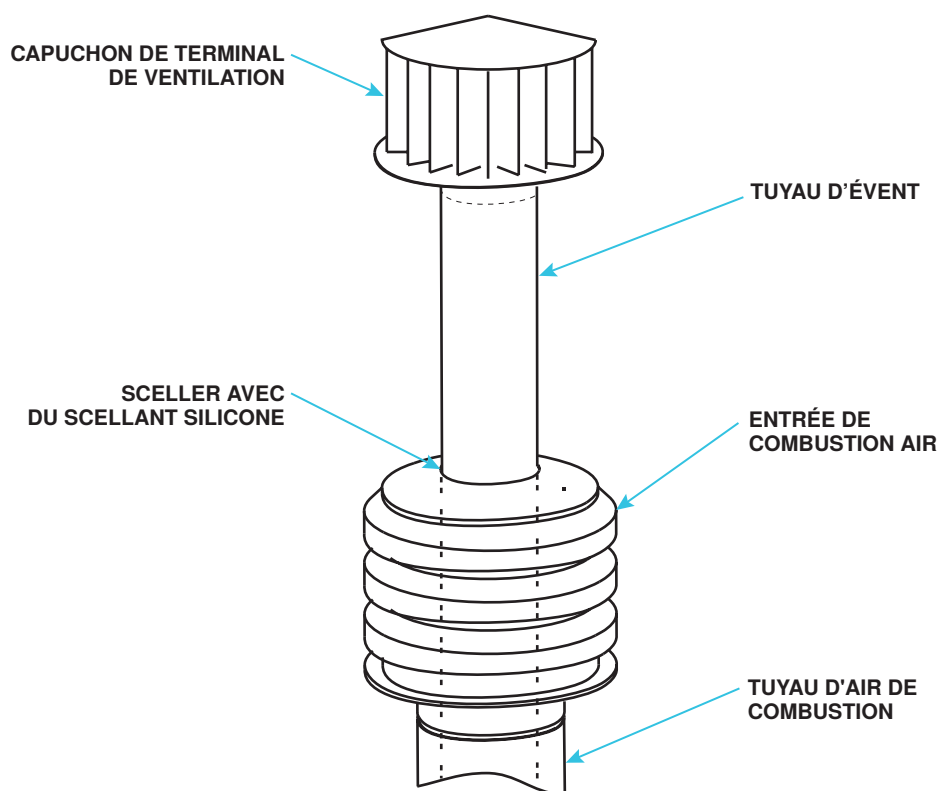

Figure 22. Installation de l'entrée d'air de combustion et du terminal d'évacuation
- c. Connectez le tuyau d'échappement à double paroi au tuyau d'échappement à paroi simple ou de catégorie III à l'aide d'un réducteur conique (voir **Figure 22**).
8. Installez l'entrée d'air de combustion (voir **Figure 22**) :
9. Installez la terminaison d'échappement (voir Figure 22) conformément à la Figure 8.